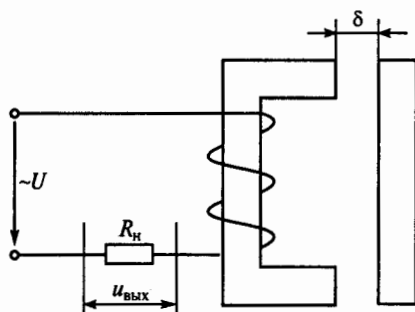

Рис. 267
**12.8.Р.** На рис. 267 приведена схема индуктивного датчика. Как изменится индуктивное сопротивление катушки  $x_L$  при увеличе-